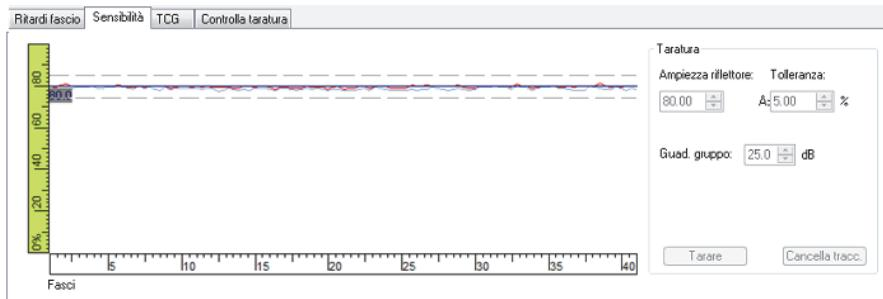

Figura 4-23 Curve per la taratura della sensibilità
8. Eseguire una nuova scansione al di sopra del riflettore di riferimento sul blocco di taratura per validare la taratura confermando ce la linea rossa appaia tra le linee di tolleranza (vedi Figura 4-23 a pagina 123).